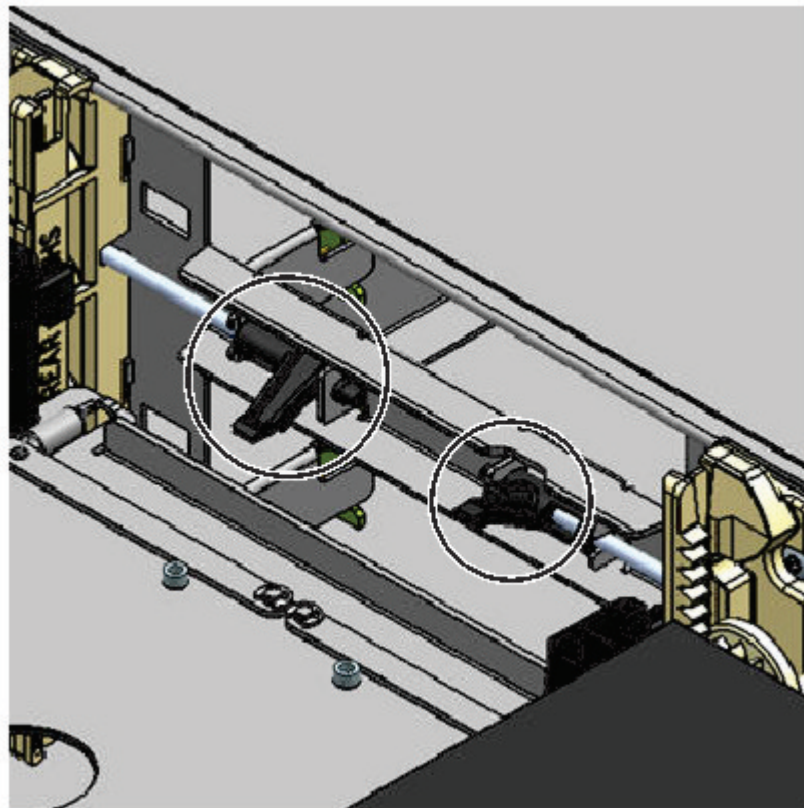

Figura 71. Palancas de liberación del cargador
1. Retire los cargadores derecho e izquierdo utilizando las palancas de liberación del cargador (señaladas en Figura 71). Tire de la palanca hacia arriba y, a continuación saque el cargador.